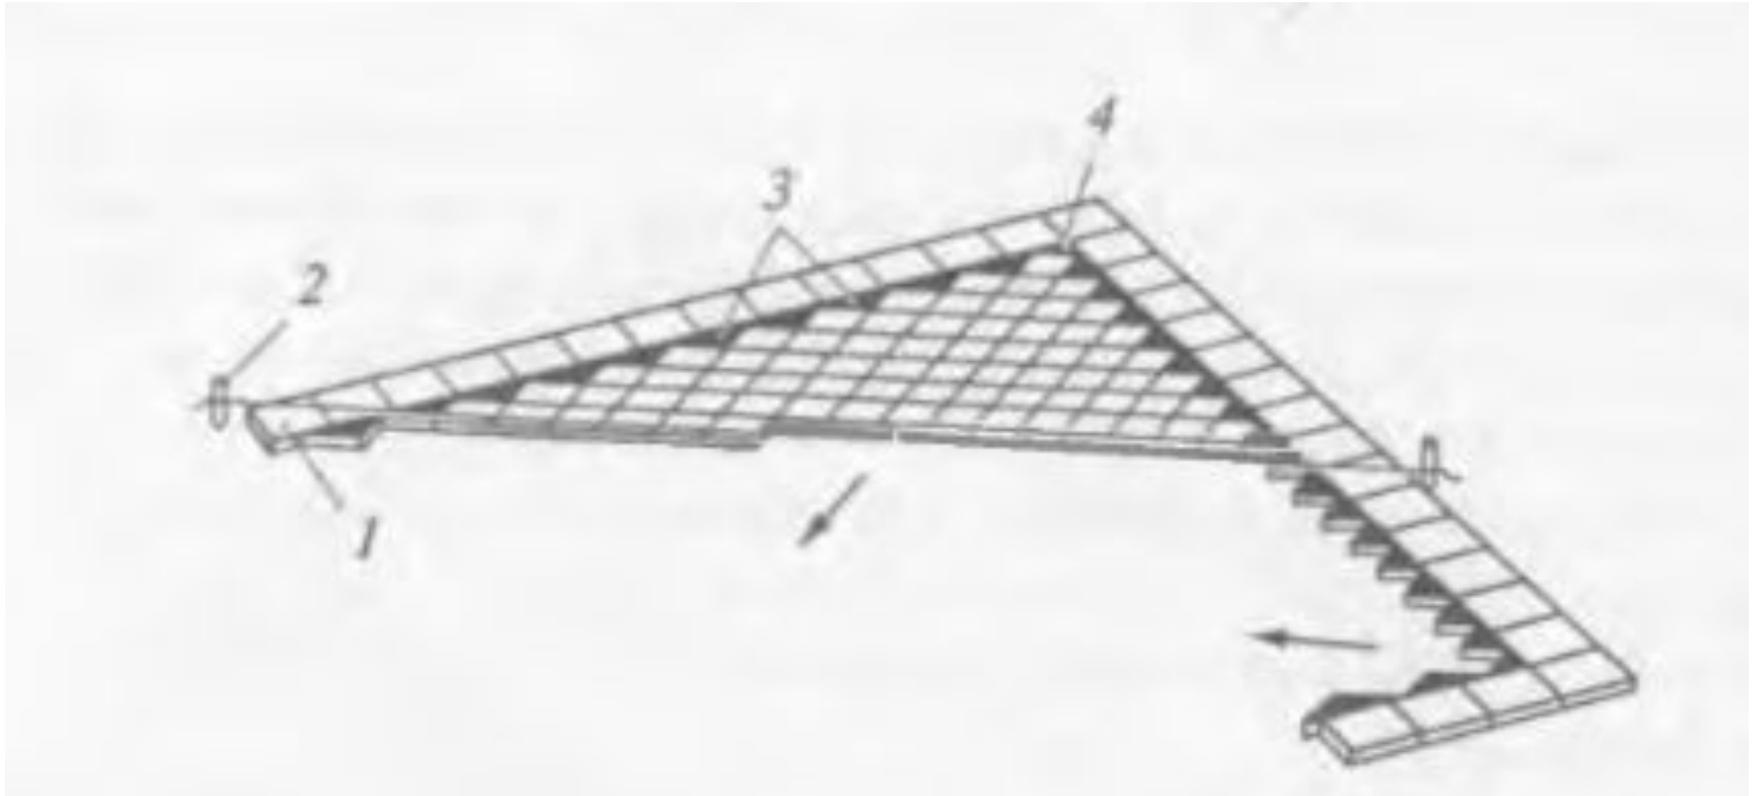

Рис. 19. Настилка пола по диагонали: 1- фризовый ряд; 2— штырь с причальным шнуром; 3— треугольные плитки; 4 — вставка из четверти плитки
***При облицовке пола можно применить диагональную настилку керамической плитки.*** При этом прямоугольные плитки укладывают под углом 45° к фризovому ряду (рис. 19). К тому же не надо учитывать местонахождение окон в помещении.